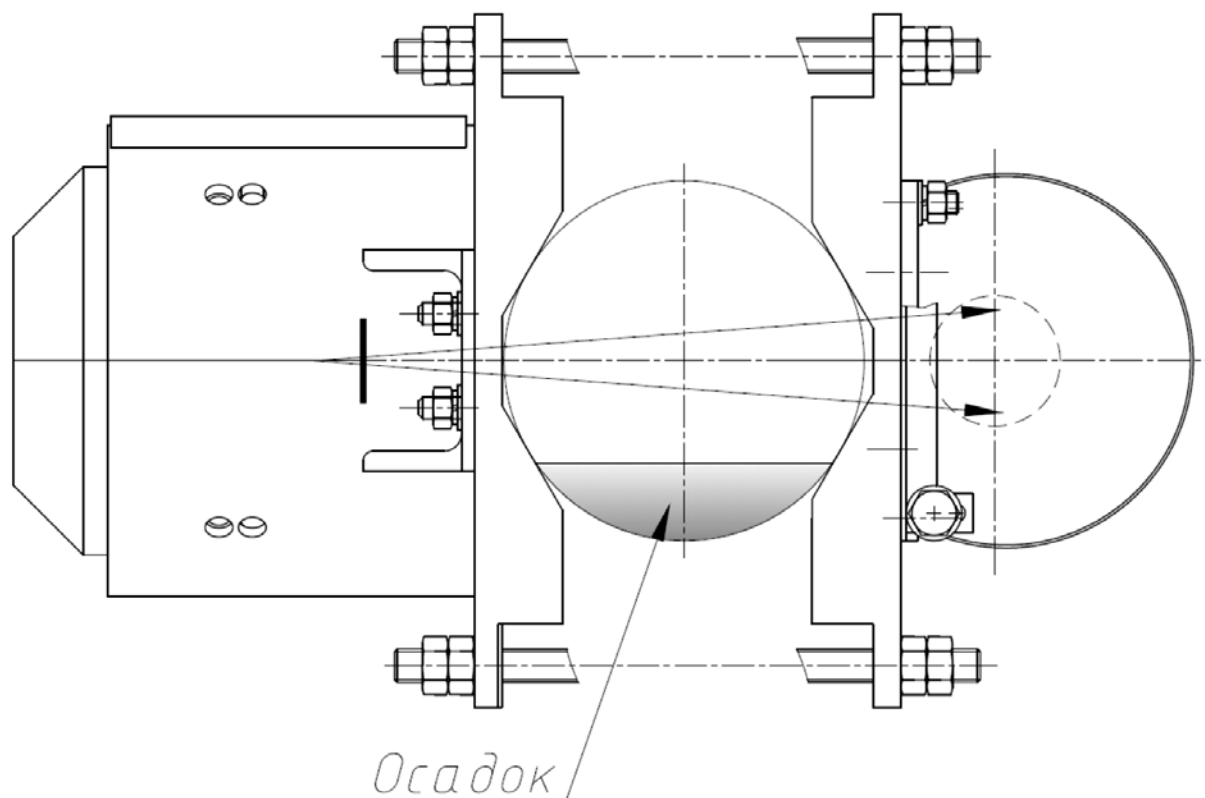

Рис.2.2.7 Установка плотномера на горизонтальном участке трубопровода.
2.2.8.2 Место установки БД выбирается исходя из **полного** заполнения трубопровода, лучше всего на вертикальном или наклонном участке, при условии, что поток движется снизу вверх. Если выбор места установки БД ограничен только горизонтальным участком трубопровода, то необходимо располагать БД так, чтобы шпильки устройства крепления располагались горизонтально (см. рис.2.2.7). Это обусловлено тем, что необходимо исключить влияние на показания плотномера в сторону увеличения плотности густого осадка, который возможно окажется на дне горизонтального трубопровода. В противном случае имеются условия, когда изменяющаяся толщина густого осадка и, соответственно, показания плотномера будут зависеть от напора пульпы.